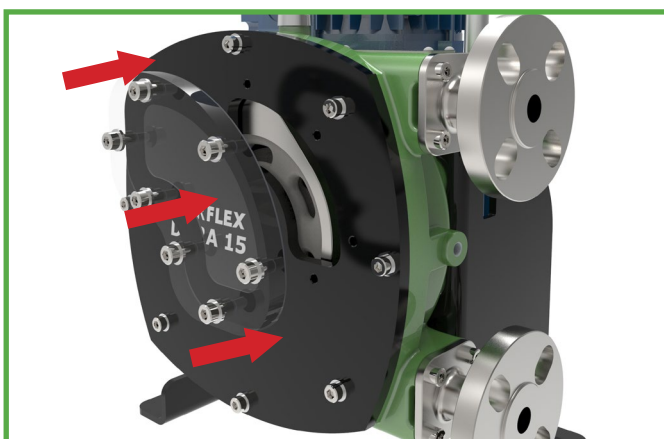

Figure 13 Installation de la Fenêtre d'Inspection
3. Monter la fenêtre, avec les boulons et le joint, sur la façade, alignés comme indiqué sur la Figure 13.